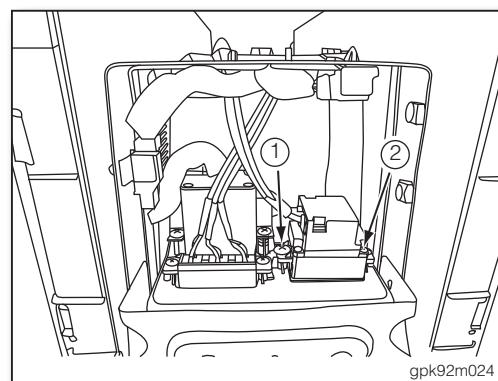

图 3
4. 由中央扶手后方, 拆下 USB 插槽的固定螺丝①、②(如图 3)。